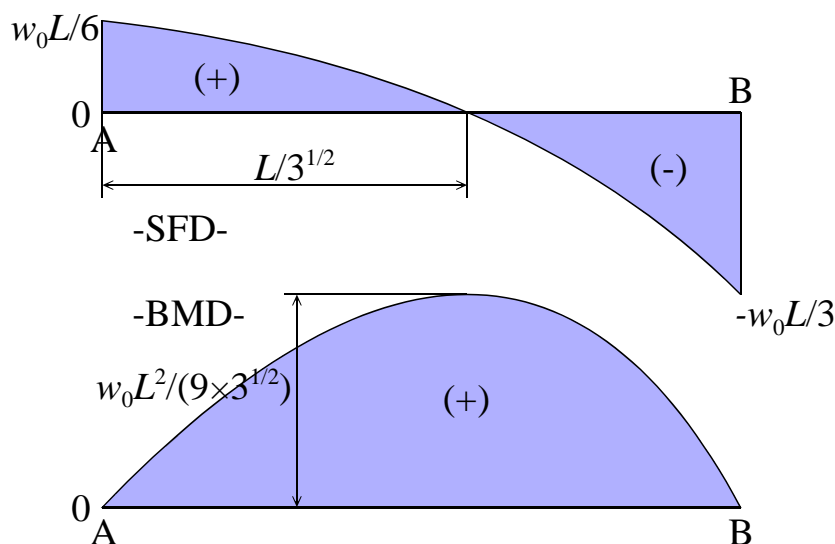

図 8: SFD と BMD
となります。式 (12) から明らかなように、 $x = L$ で曲げモーメントは零になります。せん断力が零の点、すなわち、 $x = L/\sqrt{3}$ で曲げモーメントは最大値をとり、その値は $M_{max} = w_0L^2/9\sqrt{3}$ になります。ちなみに、式 (11) および (12) から SFD と BMD を描くと、図 8 のようになります。